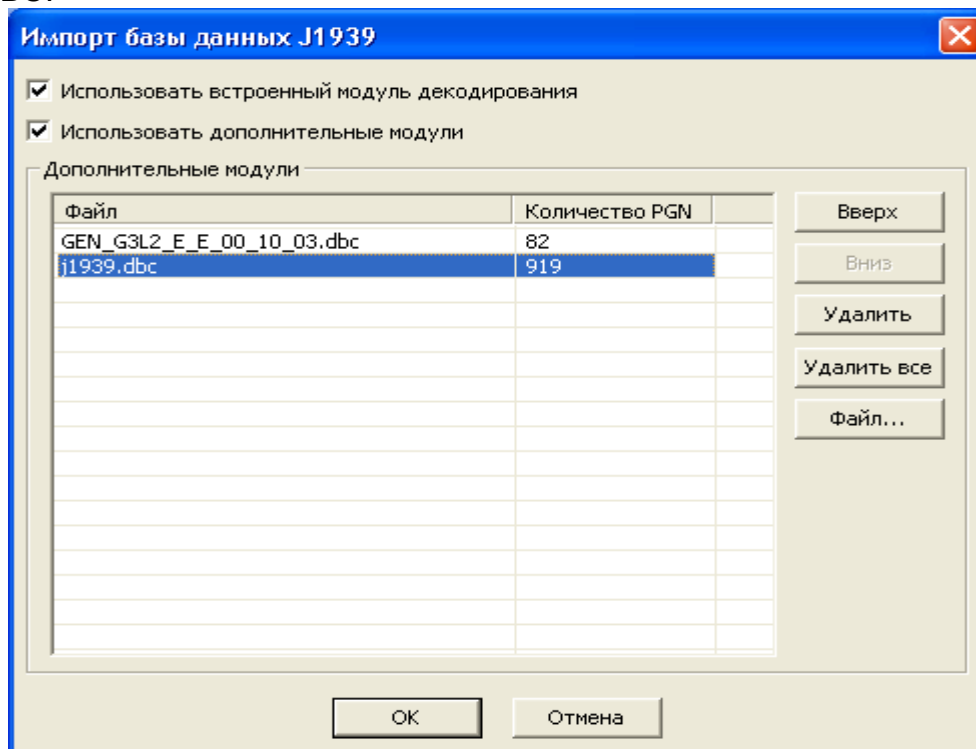

Рис. 8.2
8.2. Диалог «Импорт базы данных J1939» (рис. 8.2) предназначен для подключения к общей базе данных описаний сообщений J1939 новых модулей в формате Vector DBC. В программу изначально встроен универсальный модуль декодирования сообщений J1939, который с помощью данного диалога настройки можно отключить, а также задать приоритеты обработки подключенных модулей Vector DBC.